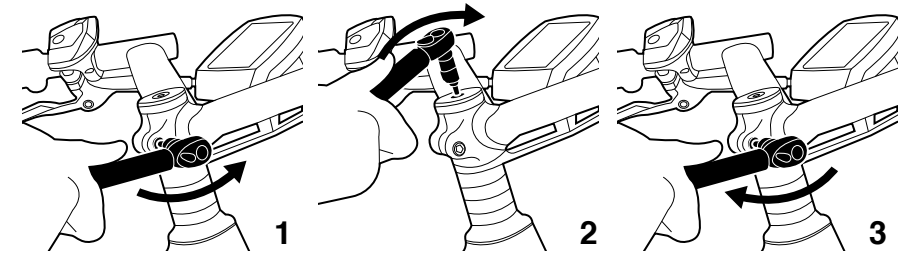

Figura 12. Passaggi per la regolazione della serie sterzo
La serie sterzo comprende due cuscinetti e due coppe posizionate a ciascuna estremità del tubo sterzo. Tutte le biciclette Moustache presentano una serie sterzo "Ahead" che si regola tramite un cappuccio rotondo ubicato sotto all'attacco manubrio (come nella *Figura 12*).
1. Allentare le viti sull'attacco manubrio come indicato nel passaggio 1 della *Figura 12*.
2. Successivamente stringere in modo progressivo, ma senza forzare, la vite nel cappuccio finché il gioco non scompare, come indicato nel passaggio 2 della *Figura 12*.
4. Stringere nuovamente le viti sull'attacco manubrio come indicato nel passaggio 1 della *Figura 12*.